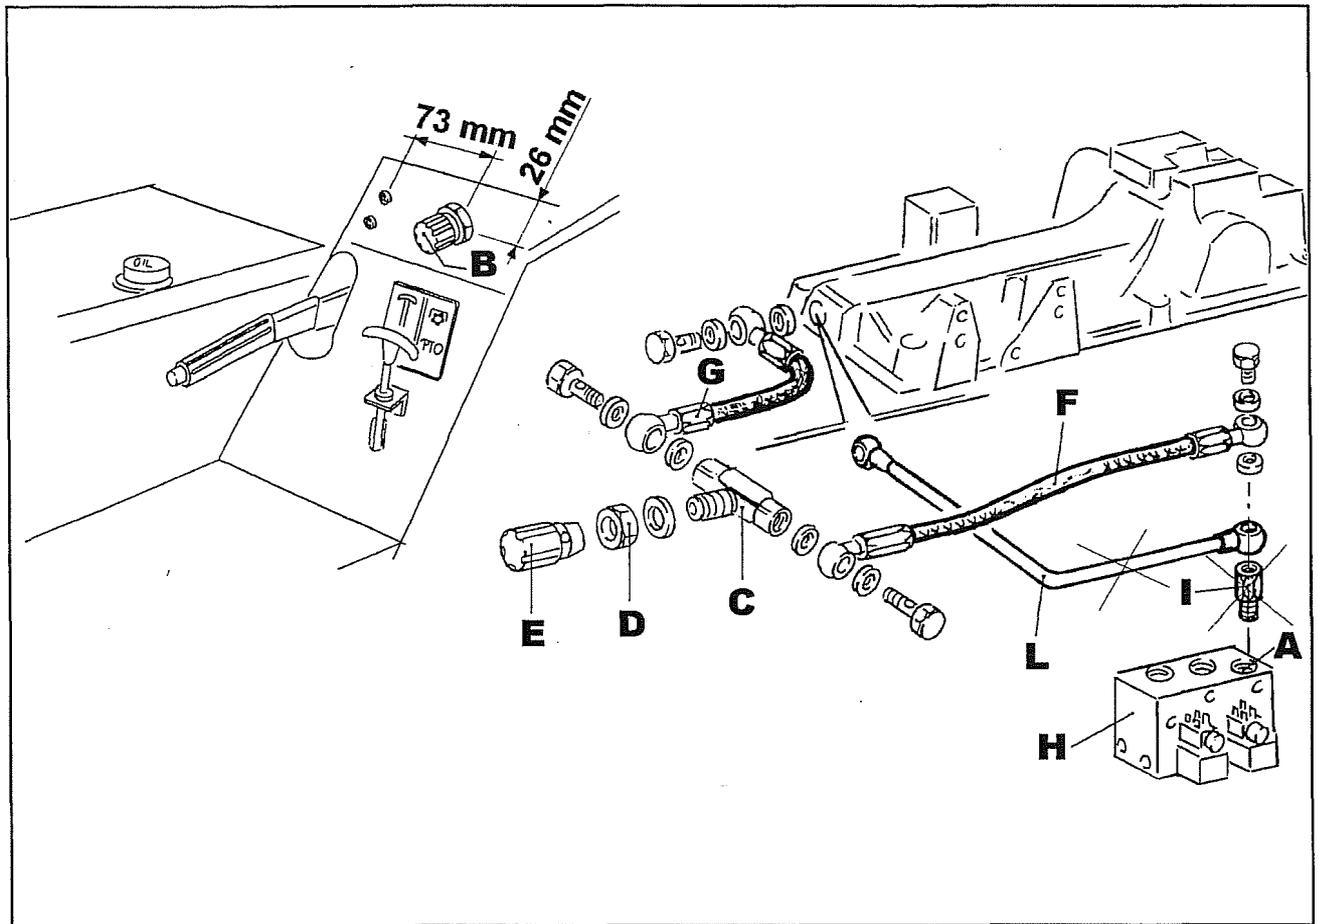

Fig. 34
2. Efectuar un orificio de 20 mm de diámetro en la chapa de protección izquierda, en la posición indicada en el punto **B** fig.34.